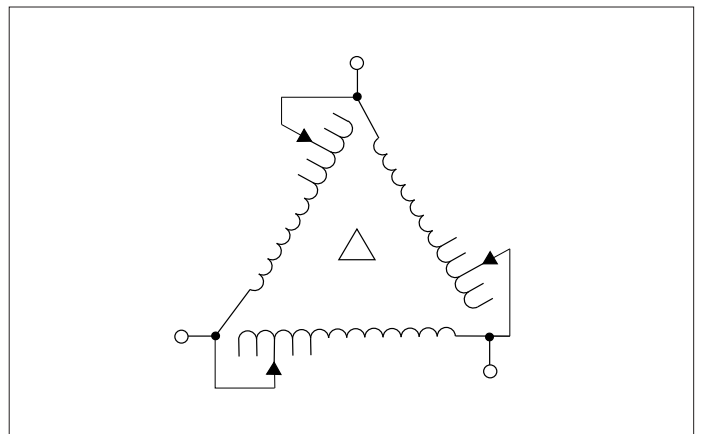

Рис. 25. Соединение три фазы, треугольник, полностью изолированный
- Три фазы, треугольник, полностью изолированный, см. рис. 25.